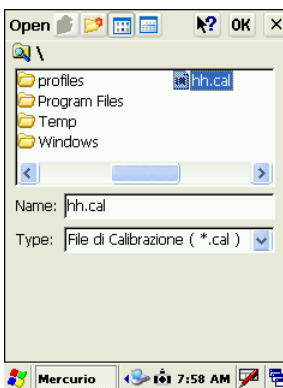

fig.124
7. selezionare il file di calibrazione (con estensione *.cal) fig. 124